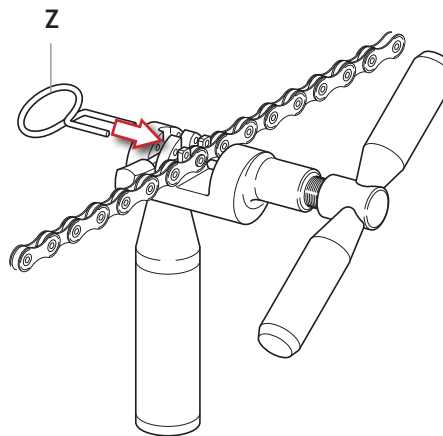

Abb.19
- Setzen Sie das Kettenglied, das verschlossen werden soll, beidseitig in den vorgeformten Sitz ein (Abb. 19).
- Sperren Sie das Kettenglied mit der entsprechenden Sperrvorrichtung (Z - Abb. 19).